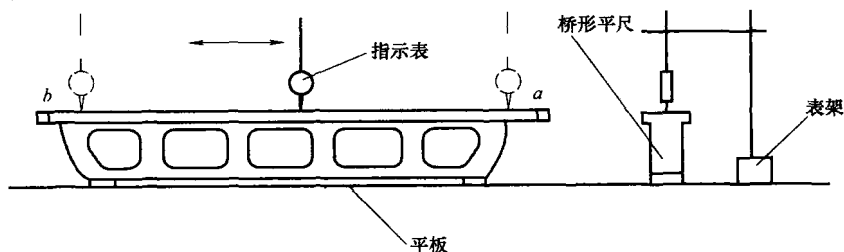

图 1-20 在平板上，测量桥形平尺的直线度
2) 在平板上，测量桥形平尺的直线度。将桥形平尺放在平板上，带指示表的表架也放在平板上，用指示表调整平尺  $a$ 、 $b$  两端都为零，然后表架带动指示表从左到右移动，看指示表指针的变动情况，其最大值为平尺的直线度误差，如图 1-20 所示。